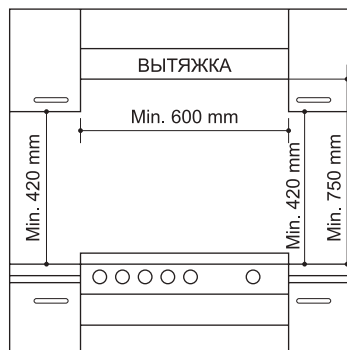
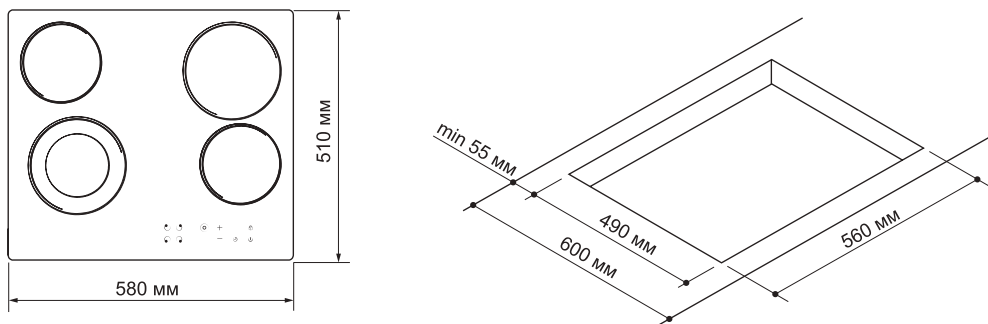

Рис. 1
Рис. 2
5. Шкафы, расположенные рядом с вытяжкой, помещают на высоте не менее 420 мм от варочной поверхности (Рис. 1).
6. При установке варочной поверхности под навесным шкафом, расстояние между ними должно быть не менее 750 мм (Рис. 1). Размеры отверстия для встраивания варочной поверхности должны соответствовать размерам, указанным на Рис. 2.